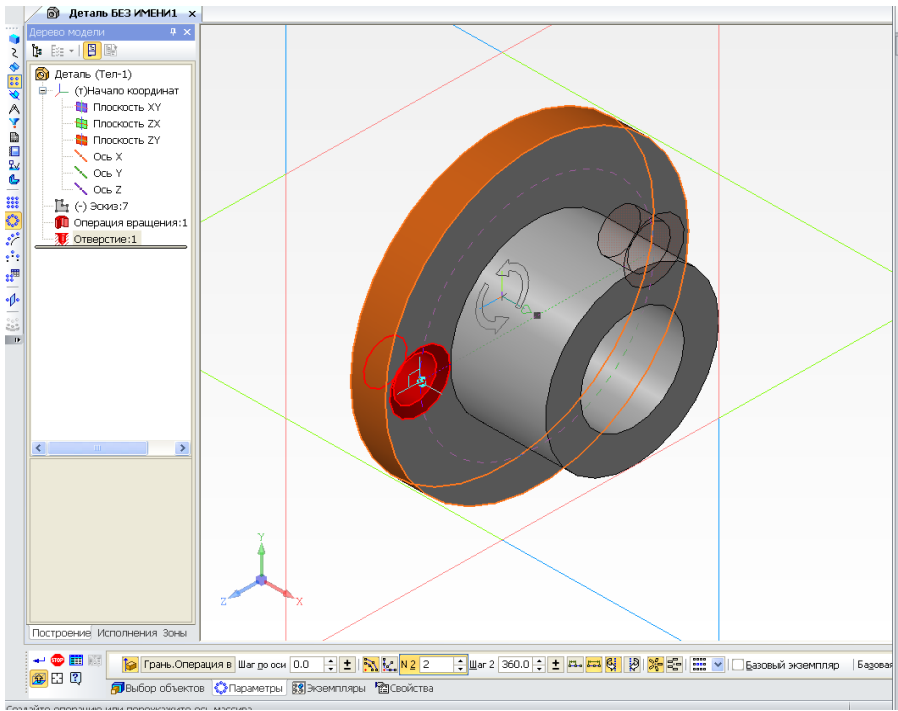

Рисунок 102.
5. Постройте симметричное данному отверстию (рисунок 102), вызовите команду «Массив по концентрической сетке». В дереве модели укажите элемент построения – отверстие. Задайте параметры. Создайте объект.